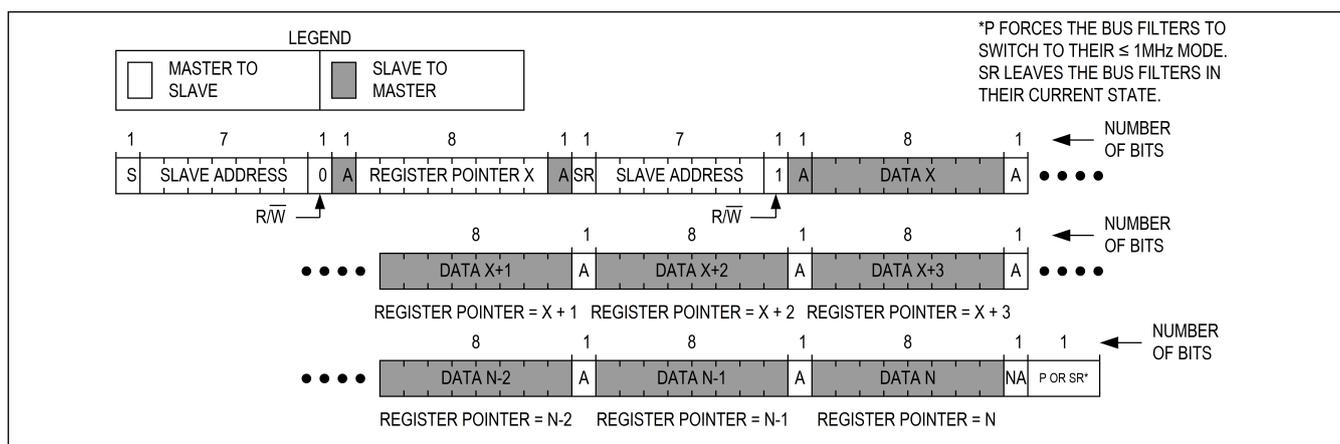

図 21. 連続する複数レジスタ X~N からの連続読出し
図 21 に、連続する複数レジスタからの読出しプロトコルを示します。このプロトコルは、更にデータを送信するようスレーブに伝えるためにマスタがアクノレッジを送信すること以外、バイト読出しプロトコルと同様です。また、マスタが必要なデータのすべてを受信したときには、ノット・アクノレッジ (nA) と停止条件 (P) を送信し、伝送を終了します。